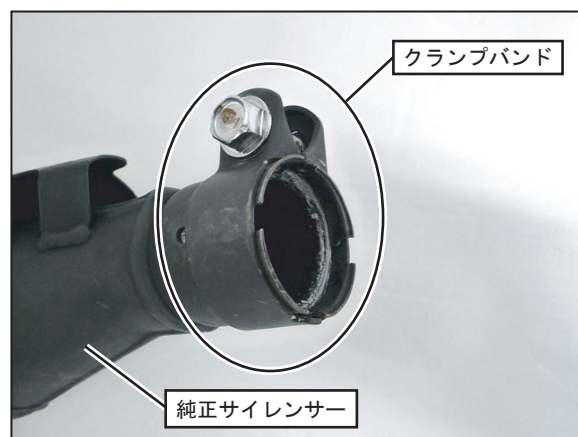

FIG. 2
4. 純正サイレンサーからクランプバンドを取り外して下さい。取り外したクランプバンドは本製品の取り付けに使用します。(FIG. 2 参照)